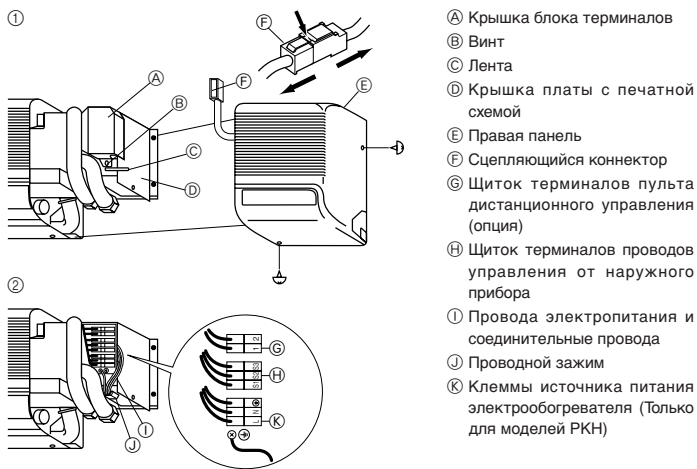

Fig. 6-1
6.1. Внутренний прибор (Fig. 6-1)
- ① Снимите правую панель